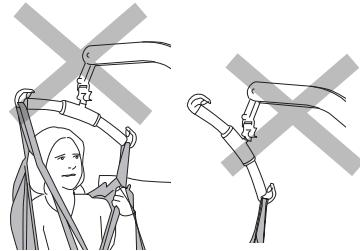
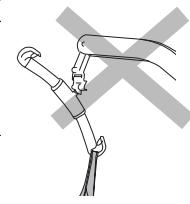

Figura 2.
Figura 3.
**! Se il bilancino non è perfettamente orizzontale (vedere la Figura 2) o se gli occhielli dell'imbragatura sono collegati in modo errato al bilancino (vedere la Figura 3), far scendere l'utente su una superficie sicura ed eseguire la regolazione secondo le Istruzioni per l'uso dell'imbragatura in uso.**
**! Un sollevamento non corretto può essere scomodo per l'utente e causare danni all'apparecchiatura di sollevamento. (Vedere la Figura 2 e la Figura 3).**